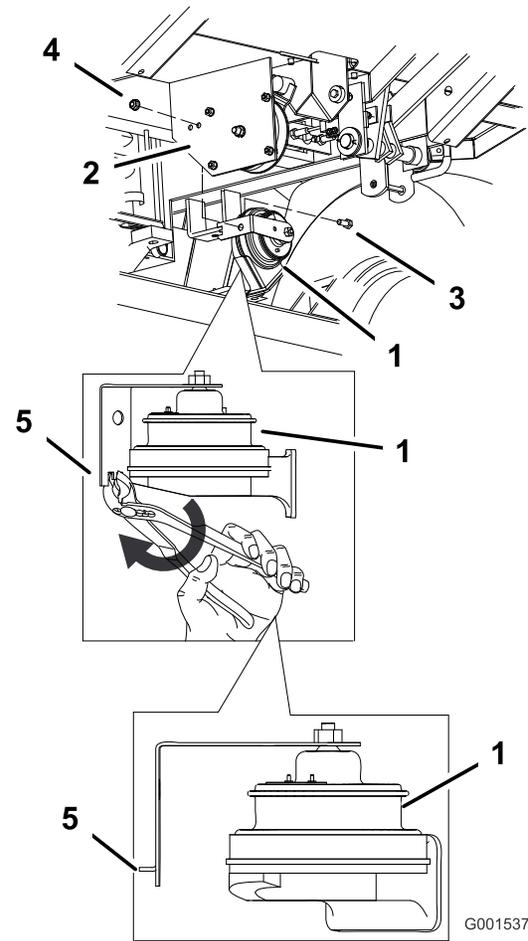

Figura 2
1. Piegate la linguetta centrale all'estremità della staffa in modo da formare un angolo di 90 gradi (Figura 2).
2. Inserite la linguetta piegata nel foro posteriore praticato in precedenza. Fissate l'avvisatore acustico sulla piastra della frizione utilizzando un bullone (5/16 x 3/4 poll.) e un dado flangiato (5/16 poll.) (Figura 2).